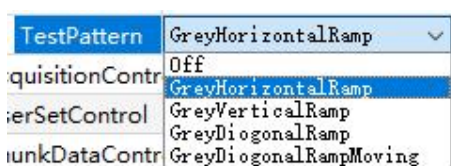

图 5-9
- (1) 当 SensorOperationMode 为 Dynamic 时，仅支持 Mono16 格式;
- (2) 当 SensorOperationMode 为 Standard 或 StandardBin2 时，支持 Mono8、Mono10 及 Mono12 格式。
- 13) TestPattern: 相机出图模式选择，支持选择 Off 实时数据，水平灰度渐变、垂直灰度渐变、斜角灰度渐变、斜角灰度移动渐变；如图 5-9;